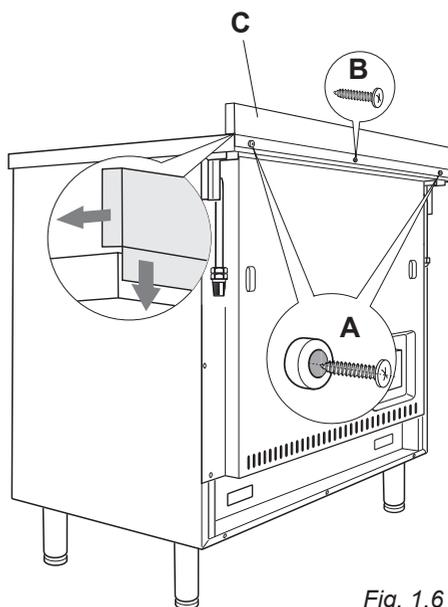

Fig. 1.6
- Retire los distanciadores "A" (fig. 1.6) de la parte trasera de la encimera desenroscando el tornillo de fijación.
- Monte la protección posterior como indicado en la fig. y fíjela enroscando el tornillo central "B" y los distanciadores "A" (fig. 1.6).